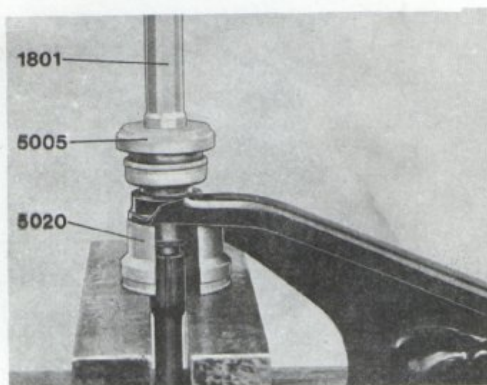

Bild 5
6. Sätt axeln på sin plats. Observera att den längre ändan skall vändas framåt. Pressa i bakre bussningen (detaljnummer 679248-5) med hjälp av dorn 5005, skaft 1801 samt hylsa 5020, se bild 5.